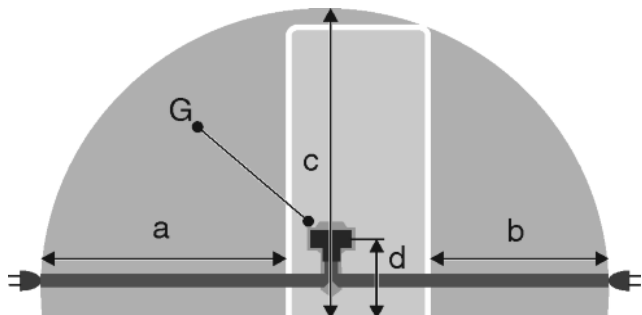

Fig. 21
- Розетка находится вне зоны задней стенки в данной зоне. *Fig. 21 (a, b, c)*
- ▶ Штекер устройства *Fig. 21 (G)* подсоединить с задней стороны устройства. Следить за правильной фиксацией.